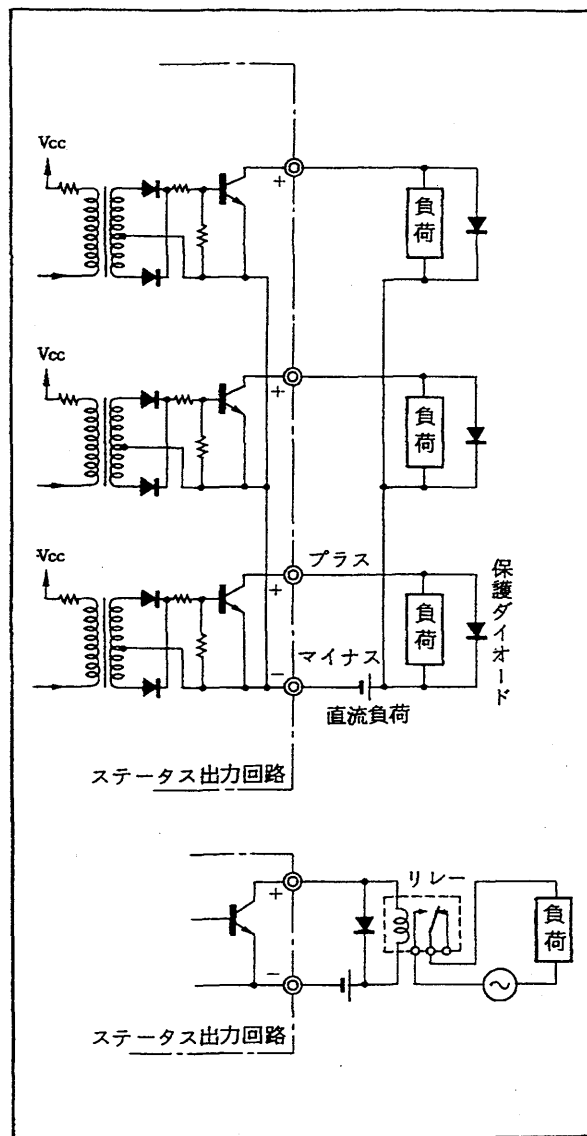

図 3.1.3 ステータス出力の接続
- (1) 端子に配線する場合、配線端末は丸形圧着端子をご使用ください。
- (2) ステータス入力用の接点および電圧レベルは、仕様に合致するものをご用ください。特に過大導線抵抗、導線内電圧降下、電圧レベル入力のときには接続特性には注意してください。
- (3) フェイル出力、ステータス出力は、トランジスタ接点（絶縁形）です。外部の機器を接続する場合は、下記に注意して配線してください（図 3.1.3 参照）。
- (4) 通信配線には、SCCD通信専用シールド付ツイストペア線をお使いください。